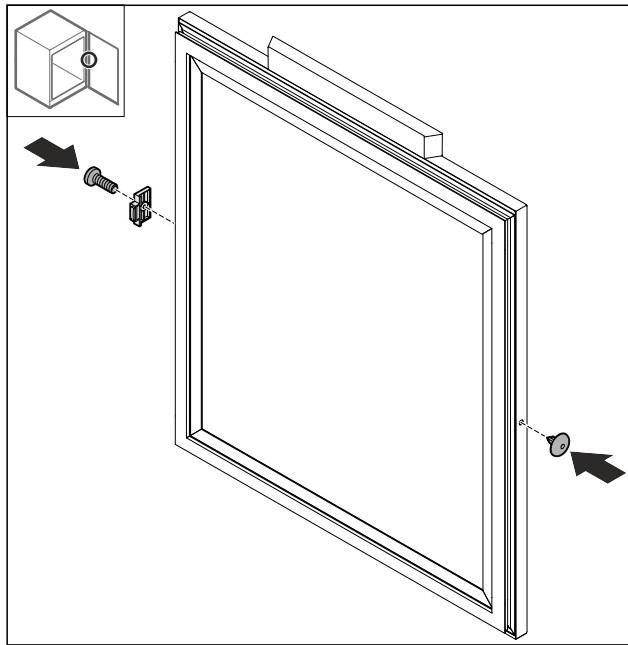

Fig. 46
- ▶ Türstopper Fig. 46 (1) um 180° gedreht auf der Gegenseite montieren.
- ▶ Abdeckung Fig. 46 (2) auf der Gegenseite einsetzen.